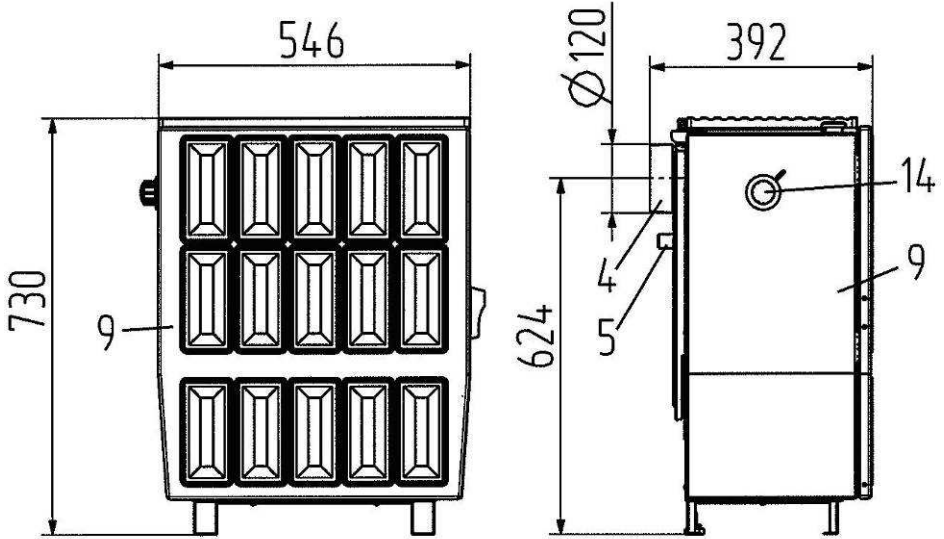

Bild 6
- Bild 6: KS 109-6 A/A (TYP 109 62)